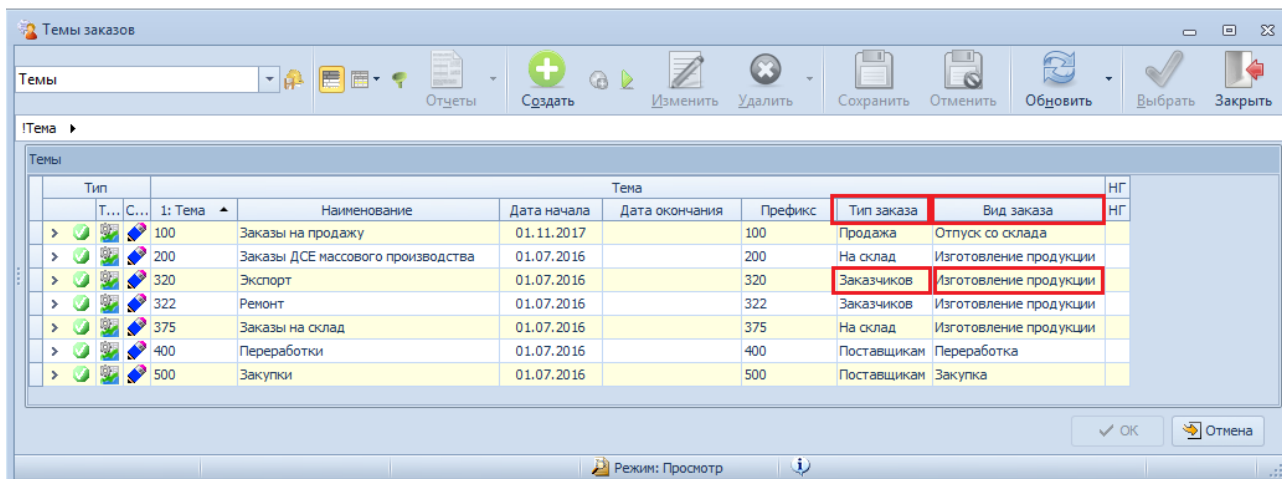

Рисунок 56. Пример выбора Темы в окне справочника
- 3.1 Заполнить поле «Тема». В правой части поля нажать кнопку **Выбор «...»**. В открывшемся окне справочника «Темы заказов» в списке выбрать нужную строку, у которой Тип заказа — **Заказчиков** (рис. 56), а Вид заказа — **Иготовление продукции** (рис. 56) (при необходимости создать новую Тему). На панели инструментов окна справочника нажать кнопку **Выбрать**.